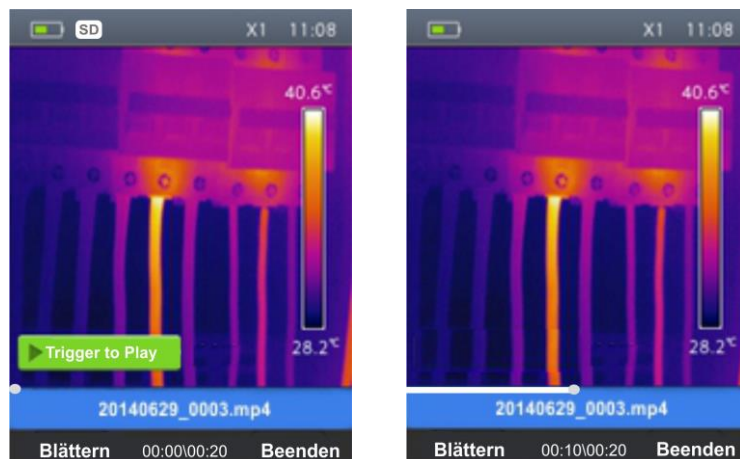

Abb. 33: Abspielen eines Videos im Display
1. Drücken Sie die  Taste und rufen Sie das Video im Display auf (siehe Abb. 33 – Linke Seite).
4. Drücken Sie die **T** (Trigger) Taste zum Abspielen des Videos. Ein Cursor und eine Fortschrittsleiste werden im Display angezeigt (siehe Abb. 33 – Rechte Seite).